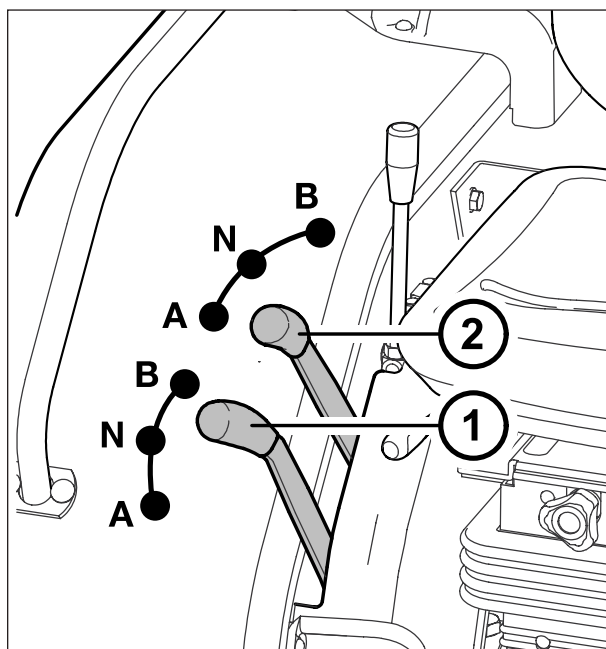
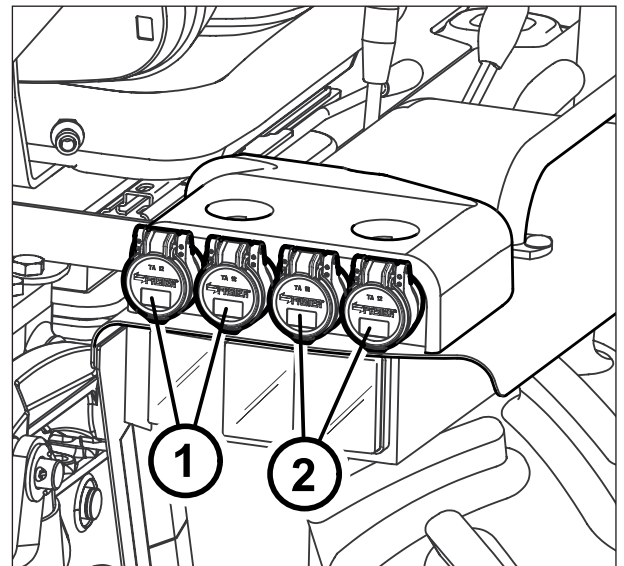
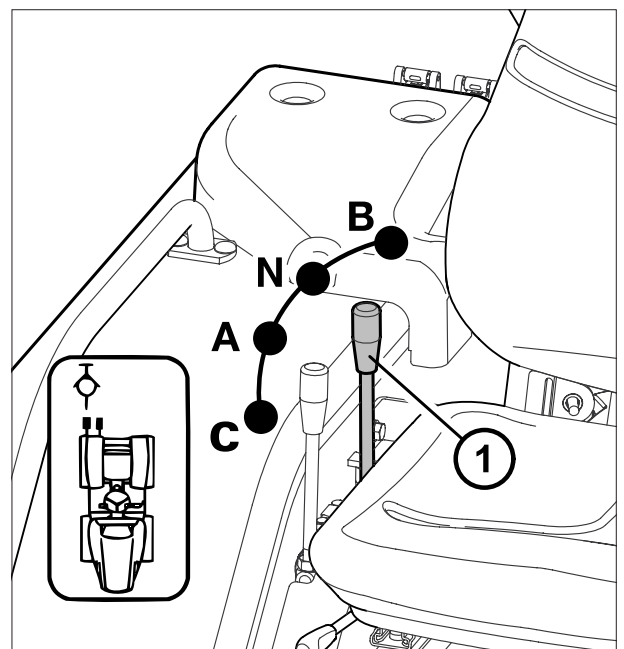

Fig. 69 - Palanca de mando
Fig. 67 - Enganches rápidos traseros
Fig. 68 - Palanca de mando
En el lado trasero del tractor están montados los acoplamientos rápidos (1,2 Fig. 67) (Opcionales para modelo 4630) para el control de componentes hidráulicos externos. Estos acoplamientos rápidos están conectados con los distribuidores suplementarios que están combinados con el circuito del elevador hidráulico y, por lo tanto, utilizan el mismo aceite. La palanca de mando de los distribuidores suplementarios (1 Fig. 68) está a la derecha del puesto de conducción.
- *Versión base 9045-9055 (OPT 9030): 2 vías traseras (1 Fig. 67) controladas por 1 distribuidor doble efecto con posición flotante (1 Fig. 68).*
- *Versión Opcional: 4 vías traseras (1,2 Fig. 67) controladas por 2 distribuidores doble efecto (convertibles en simple efecto, véase página 4-24).*
Funcionamiento de los distribuidores (Fig. 68 y Fig. 69)
Palanca 1 Fig. 68.	Enganches 1 - Fig. 67
Palanca 1 Fig. 69.	Enganches 1 - Fig. 67
Palanca 2 Fig. 69.	Enganches 2 - Fig. 67